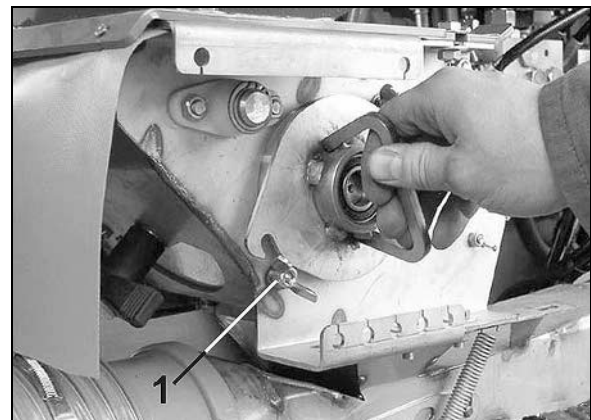

Рис. 57
3. Ослабьте две барашковые гайки (Рис. 57/1), не откручивайте полностью.